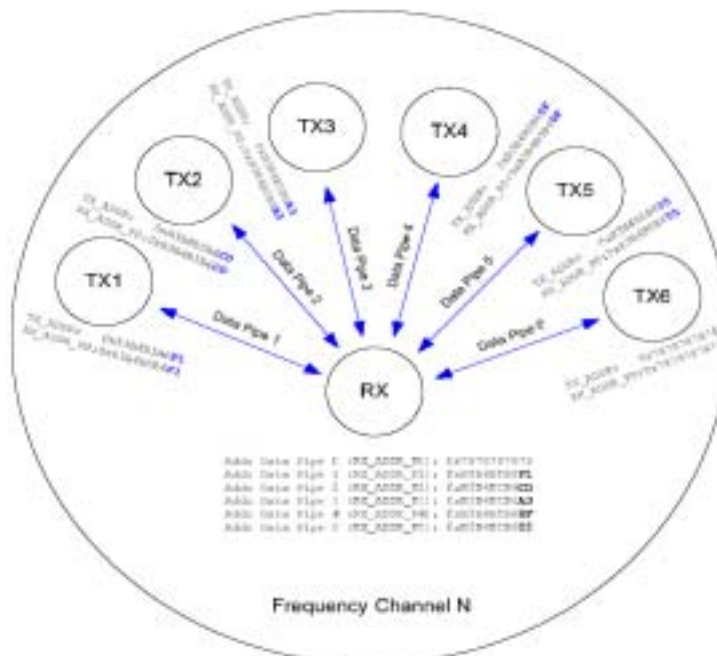

图 5、应答地址确定举例
nRF24L01 在确认收到数据后记录地址，并以此地址为目标地址发送应答信号。在发送端，数据通道 0 被用做接收应答信号，因此，数据通道 0 的接收地址要与发送端地址相等以确保接收到正确的应答信号。见图 5 选择地址举例。
- 2、当 MCU 有数据要发送时，接收节点地址 (TX\_ADDR) 和有效数据(TX\_PLD)通过 SPI 接口写入 nRF24L01。发送数据的长度以字节计数从 MCU 写入 TX FIFO。当 CSN 为低时数据被不断的写入。发送端发送完数据后，将通道 0 设置为接收模式来接收应答信号，其接收地址(RX\_ADDR\_P0)与接收端地址(TX\_ADDR)相同。例：在图 5 中数据通道 5 的发送端(TX5)及接收端(RX)地址设置如下：